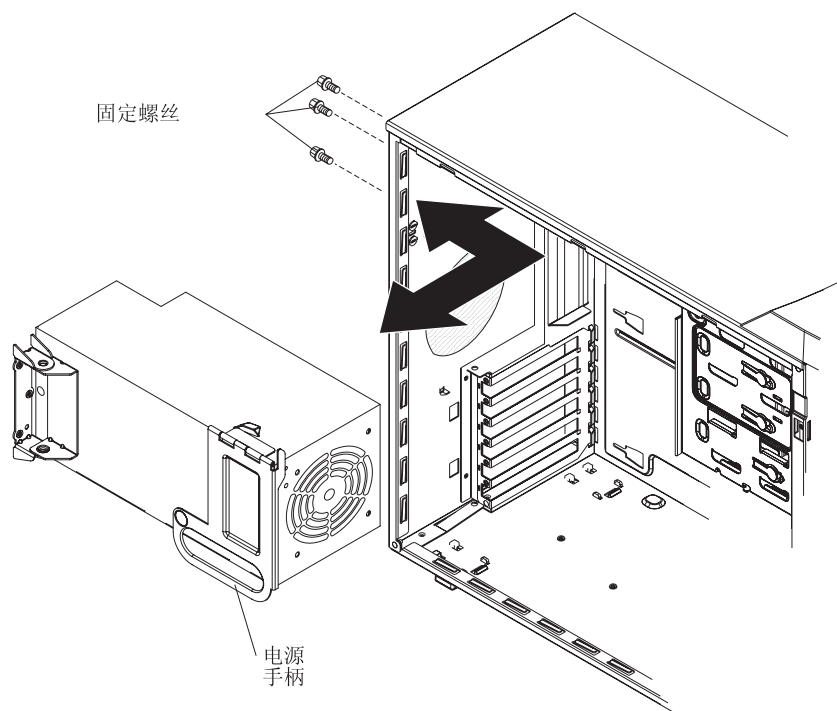

图 60. 卸下电源
6. 扶住电源；提起电源手柄将电源旋出机架（请参阅图 60）。